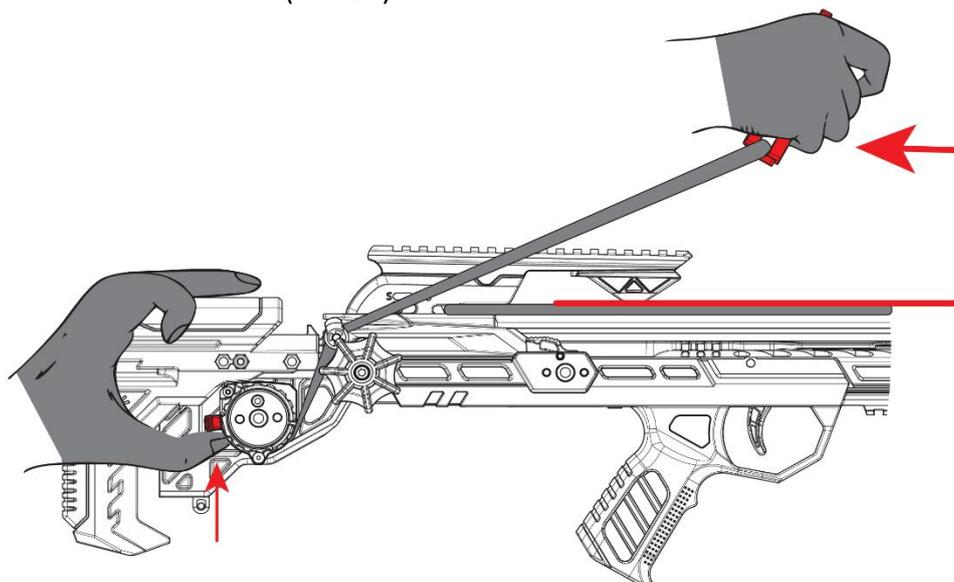

Рис.18
12. Снова зажав рычаг блокировки (если вы его перед этим отпустили), вытяните свободной рукой взводную скобу из-под прицельной планки и верните в штатное положение под прикладом или закрепите за спусковым механизмом (Рис.18).